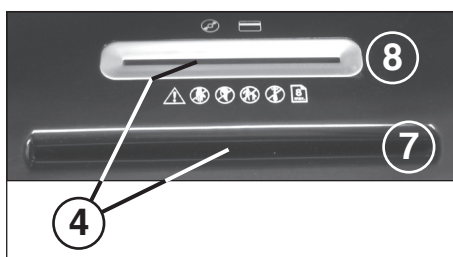

Fig. 2
- 4 = Barreira luminosa (marcha para frente) (Fig. 2)**
- 7 = Ranhura de alimentação (Fig. 2)**
- 8 = Ranhura de alimentação de segurança (Fig. 2)**
**Papel** – inserir o papel na ranhura de alimentação (7) (Fig. 2) para que o cortador possa trabalhar.
**Suportes informáticos** (CD, DVD ou cartões de crédito) – inserir suportes informáticos um por um na ranhura de alimentação de segurança em separado (8) (Fig. 2) para que o cortador possa trabalhar.